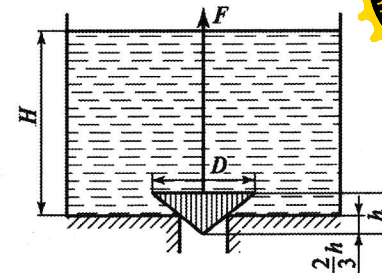

Рис. 4.13
**Задача 4.13.** Стальной конический клапан диаметром  $D$  и высотой  $h$  служит для закрытия отверстия круглой формы, куда он опускается на  $\frac{2}{3} h$  (рис. 4.13). Позиция свободной поверхности соответствует высоте  $H$ . Определить силу  $F$ , необходимую для открытия клапана, если  $D = 0,5 \text{ м}$ ;  $H = 5h$ ;  $\rho_{ст} = 7,8 \cdot 10^3 \text{ кг/м}^3$ ;  $\rho_v = 10^3 \text{ кг/м}^3$ ;  $h = 0,5 \text{ м}$ .